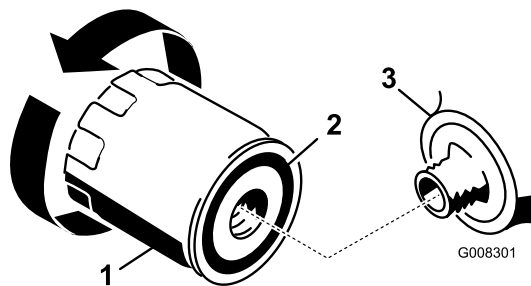

Bild 25
2. Entfernen Sie den alten Ölfilter und wischen Sie die Dichtfläche am Anbaustutzen ab (Bild 25).
3. Schmieren Sie die Gummidichtung am neuen Ölfilter (Bild 25) mit etwas Frischöl ein.
- Ziehen Sie den Filter um eine weitere 1/2 bis 3/4 Umdrehung (Bild 25).